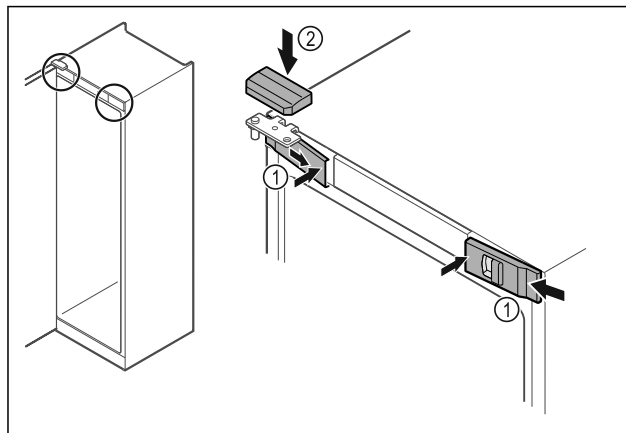

Fig. 45
- ▶ Зацепите скобу и защелкните передние крышки Fig. 45 (1) с внутренней стороны.
- ▶ Защелкните верхнюю крышку Fig. 45 (2) сверху.